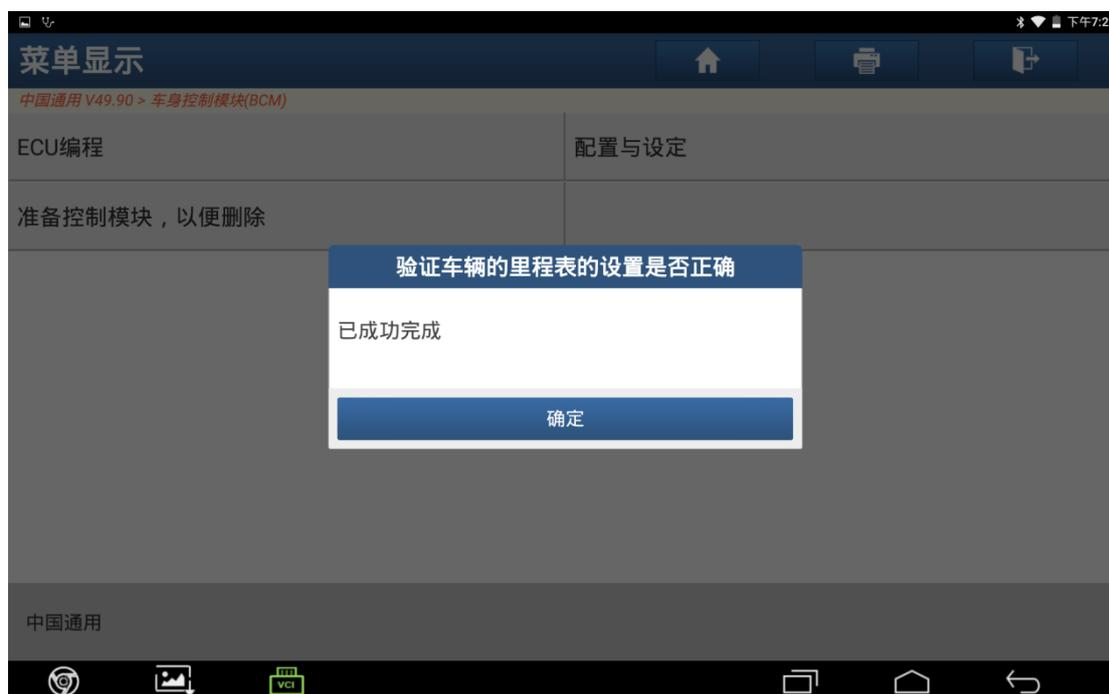

图 29
29). 里程表成功完成验证, 点击“确定”, 如图 29;